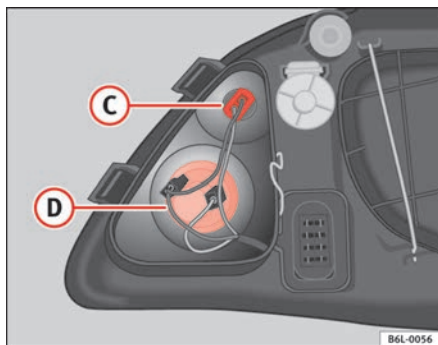

Abb. 155 Standlicht
- An den Kabeln ziehen, um die Lampenfassung aus ihrer Aufnahme **C** ⇒ Abb. 155 zu entfernen.